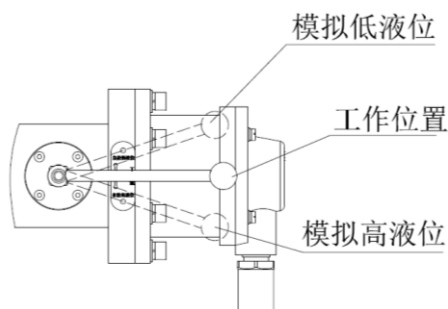

图 9 调试操作
7.3.2 自检式浮球液位控制器，用万用表验证输出状态是否正确，在空罐状态下模拟高液位向下扳动自检手柄，再用万用表检测信号是否切换一次，再向上扳动模拟低液位，再用万用表检测输出是否正确。注意调试后手柄位置一定要放在工作位置处（见图9）